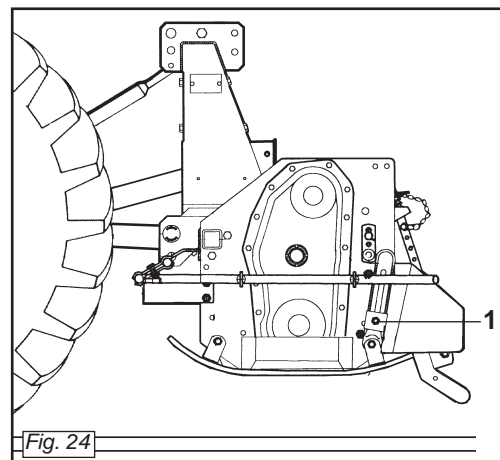

Fig. 24
Per regolare la profondità nelle macchine con slitte, è necessario allentare la vite di registro (1 Fig. 24), alzare o abbassare la slitta nella posizione desiderata, riavvitare poi la vite di registro.
*To adjust working depth on this type of machine you must loosen the adjustment screw (1 Fig. 24) and raise or lower the skid the desired amount. Then retighten the screw.*
Pour régler la profondeur sur les machines avec patins, desserrer la vis de réglage (1 Fig. 24), soulever ou abaisser les patins à la mesure désirée et revisser la vis de réglage.
*Um die Arbreitstiefe der Maschine mit Schlitten zu bestimmen, ist es notwendig die Stellschraube zu lockern (1 Abb. 24), den Schlitten im gewünschten Maße zu heben oder zu senken, und die Stellschraube wieder anzuziehen.*
para ajustar la profundidad en las máquinas con correderas, hace falta quitar el perno de registro (1 Fig. 24), subir o bajar las correderas de la misma deseada y volver a introducir el perno en su agujero. Esta operación se efectúa sobre ambas correderas y varia de acuerdo al terreno.